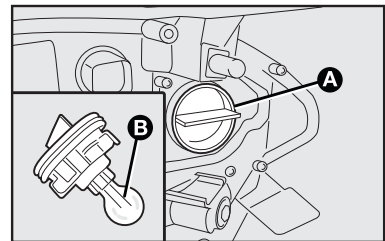

fig. 19
- extrair a lâmpada **B-fig. 19**, pressionando-a para baixo e girando-a no sentido anti-horário;